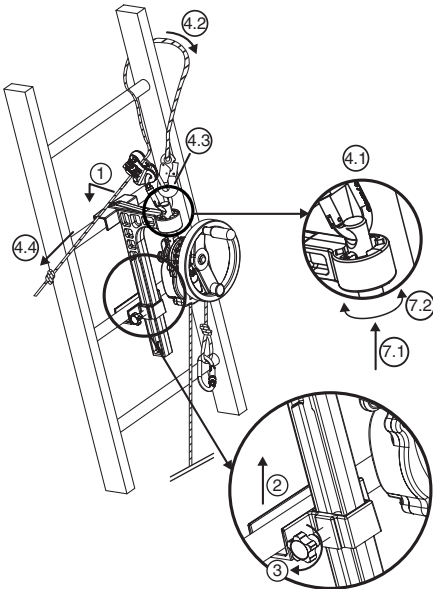

Abb. 6
6.3.2. Gerät derope™ UP B (Abb.6)
1. Den großen verriegelbaren Adapter an der für die Rettung vorgesehenen Stelle über der zu rettenden Person an der Leitersprosse anbringen (Abb.6, 1).
2. Das Sicherungsgleitstück auf die Höhe der Sprosse bringen, die unmittelbar unter der Trägersprosse des großen Adapters liegt (Abb.6, 2).
3. Den Sicherungsbolzen des Gleitstücks mit Hilfe des Rändelknopfs an der Seite des Adapters festziehen (Abb.6, 3).
- Den Karabinerhaken der Einstellvorrichtung LCM 05 in der oberen Bohrung des Befestigungsbolzens befestigen (Abb.6, 4.1).
- Das Halteseil um die über dem Adapter gelegene Sprosse und um einen der Leiterholme führen (Abb.6, 4.2).
- Den Karabinerhaken des Halteseils am Karabinerhaken der Einstellvorrichtung LCM 05 befestigen (Abb.6, 4.3).
- Das Halteseil durch Ziehen am Leertrum spannen (Abb.6, 4.4).
- Das derope™-Gerät nach Bedarf ausrichten, indem die Position des Befestigungsbolzens in der Positionierungsvorrichtung geändert wird (Abb.6, 7.1 - 7.2).